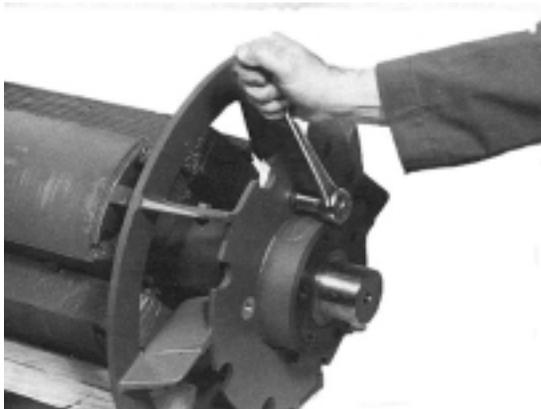

Figure 6-40
3. a. Pour les alternateurs monopaliens. Dévisser les vis du ventilateur et faire glisser le ventilateur hors de l'arbre. (Figures 6-40 et 6-41)
3. b. Pour les alternateurs monopaliens, démonter les caches de roulement avant et arrière (voir les instructions pour la dépose des roulements). Dévisser les vis de fixation du ventilateur et faire glisser le ventilateur hors de l'arbre (Figure 6-40 et 6-41).